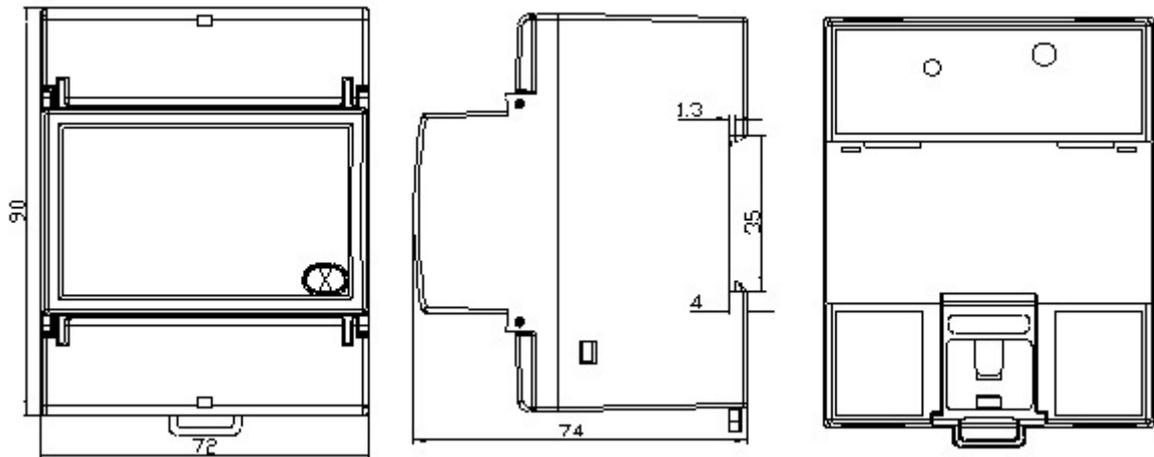

Рис. 10 - Посадочные и габаритные размеры ИНТЕГРА 102 (УТО).
- выбрать подходящее условиям эксплуатации место установки, исходя из требований мер безопасности, габаритных размеров УТО, указанных на рис. 10, и удобства подвода к УТО проводов сети;